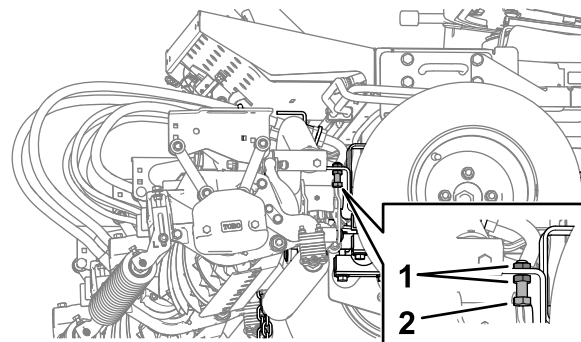

Рисунок 26
1. На каждой стороне машины ослабьте зажимные гайки и ослабьте затяжку упорных болтов подъемных рычагов (Рисунок 26).